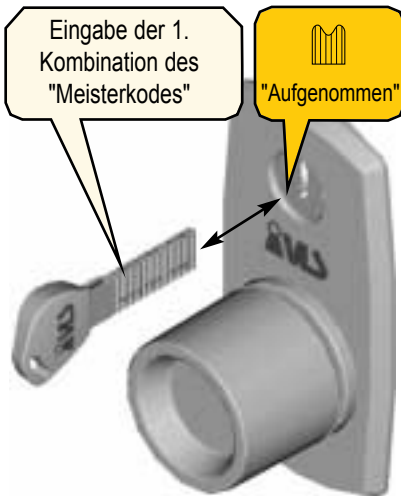

Abbildung 22 - Eingabe der 1.
5. Wählen Sie die erste Kombination des "Meisterkodes" gem. Pkt. 4. Führen Sie den Schlüssel in die Schlüsselaufnahme bis zum Anschlag ein. Dabei soll das Signal "Aufgenommen" tönen. Nehmen Sie den Schlüssel aus der Schlüsselaufnahme heraus. Dabei soll das Signal "Aufgenommen" auch tönen (Abb. 22).